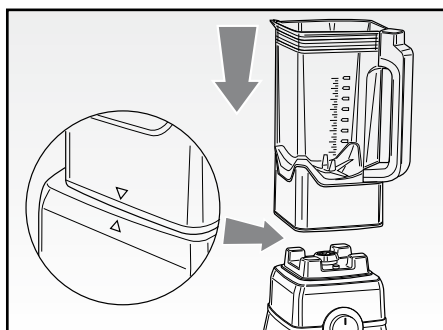
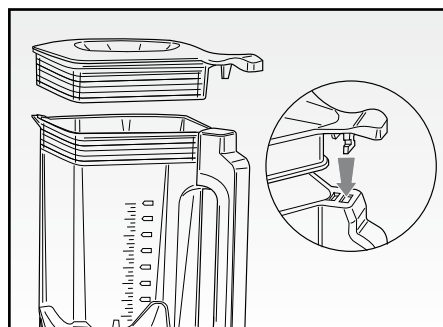

Fig. 2
Fig. 3
- Assicurarsi che l'apparecchio sia scollegato dalla presa elettrica e che la manopola di funzionamento (F) sia in posizione "0".
- Posizionare la tazza (C) sul corpo motore (E), sempre col manico nella posizione mostrata in fig. 2, facendo combaciare la freccia posta sul lato della tazza con quella posta sul corpo motore.
- Tagliare frutta e verdura in piccoli pezzi ed inserirli nella tazza (C) aggiungendo acqua o latte in una quantità tale da non superare il livello massimo di 2,0 litri (il riempimento minimo è 400 ml).
- Posizionare il coperchio (B) sopra la tazza (C) in modo che il gancio del coperchio si inserisca nel manico della tazza e premerlo leggermente verso il basso fino a bloccarlo (Fig. 3).